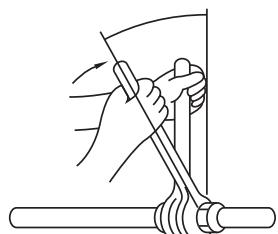

Fig. 5-8
- Påfør et tynt lag med kjøleanleggssolje på rørets seteoverflate. (Fig. 5-8)